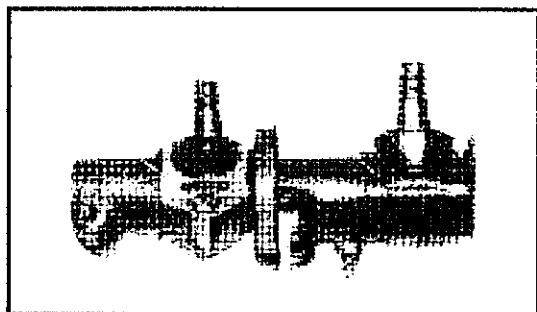

Abb. 7-26 Klemmhalterung der Dichtung des Stehbolzens einmal mit Schraubverbindung oder mit Blechklemme je nach Modell
- Klemmbefestigung, wie in Abb. 7-26 gezeigt, lösen. Hierzu entweder Schraube und Mutter zur Befestigung der Klemmhalterung lösen oder das Blech der Klemmhalterung geradebiegen. Klemmhalterung und Dichtung vom Stehbolzen entfernen.